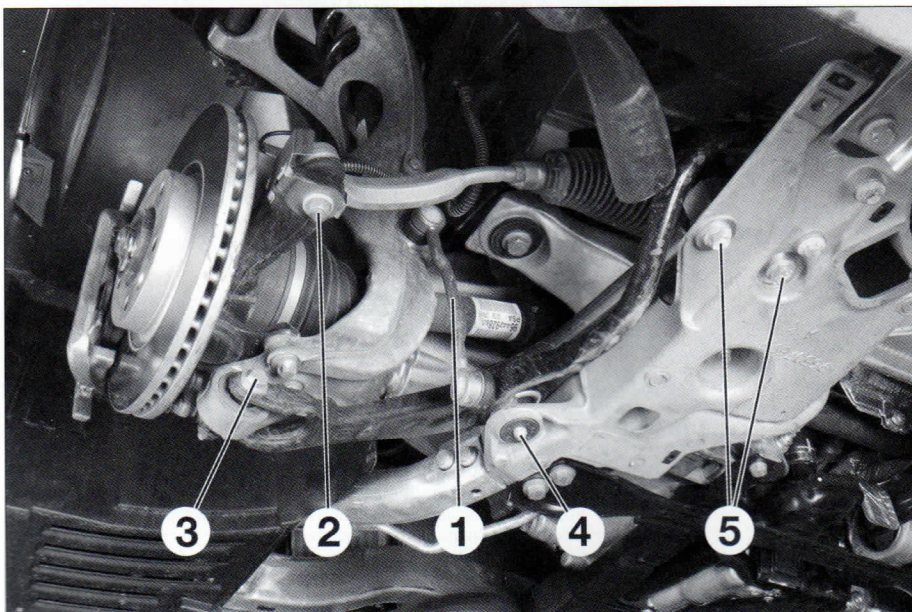
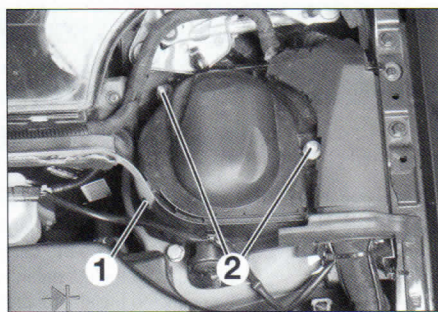

FIG. 1
FIG. 2
- la bieleta de barra estabilizadora (1) (**fig. 1**).
- la tuerca (2) de rótula de dirección.
- el tornillo de fijación (3) del triángulo inferior.
- el tornillo (1) y las 2 tuercas (2) de la tapa de amortiguador (**fig. 2**).
- colocar las fijaciones (2) y (3) (**fig. 1**) sin apretarlas.
- los dos tornillos (5) (**fig. 1**).
- el tornillo (4).
- el tornillo (3).
- la tuerca (2) (**fig. 1**) de rótula de dirección.